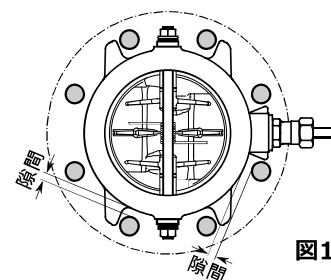

図11
- ⑥ バルブを完全に挿入した後、配管ガスケットを挿入し、ジャッキボルトを取り外して残りの配管ボルトを差し込みます。このとき上下2~4本のボルトを仮止めし、ボルトとバルブ本体外周の隙間およびバルブとガスケット外周の差、が全ボルトで等しくなるようバルブの位置を調整してください。（図11）